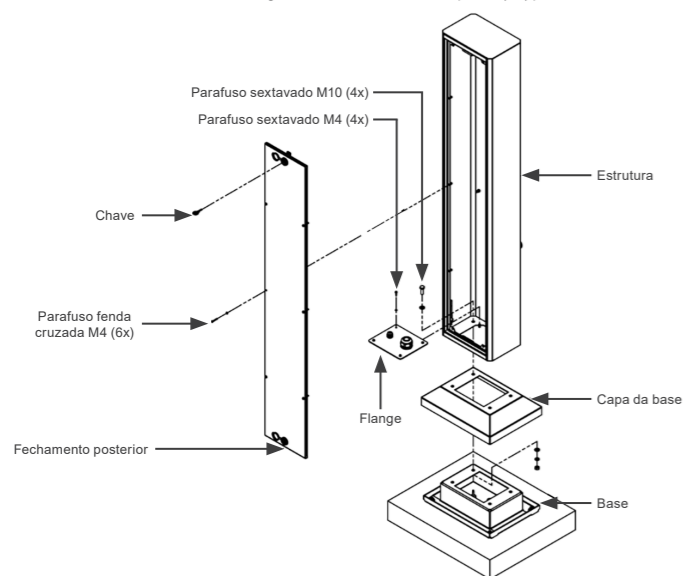

Figura 4.7: Vista explodida da montagem
A montagem do totem à base de fixação do produto está representada na Figura 4.7, sendo utilizados quatro (04) parafusos sextavados M10, fornecidos junto com o produto, torque de aperto recomendado é de 35 Nm.